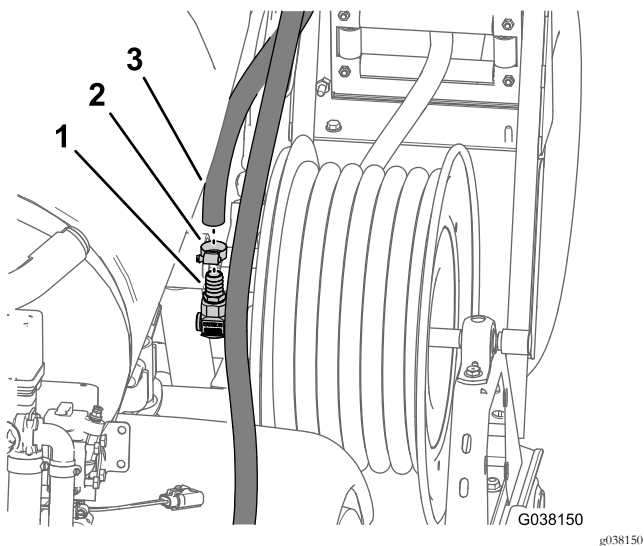

图98
6. 将供水软管挂接到软管卷进口的宝塔接头上图98并使用软管夹13~32mm固定软管。